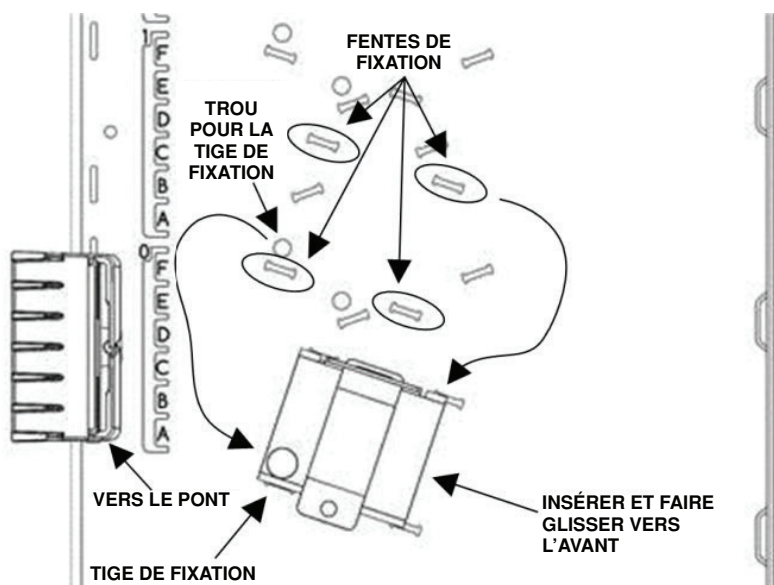

Figure 25
6.1.5 Fixer le collier de serrage au bâti en insérant la base de la pince à l'emplacement souhaité et en la faisant glisser jusqu'à ce que la tige s'insère dans le trou (Figure 25).